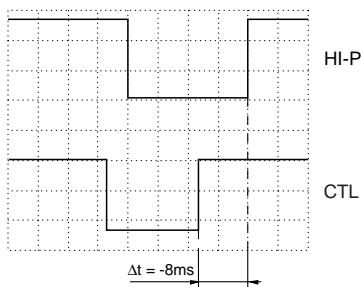

Fig. 23
- Mit den Tasten "+" / "-" den Zeitabstand zwischen dem Kopfschaltimpuls und der steigenden Flanke des CTL-Impulses auf  $\Delta t = -8\text{ms}$  (Fig. 23) einstellen.
- Using the "+" / "-" buttons set the time interval between the head pulse and the rising edge of the CTL pulse to  $\Delta t = -8\text{ms}$  (Fig. 23).